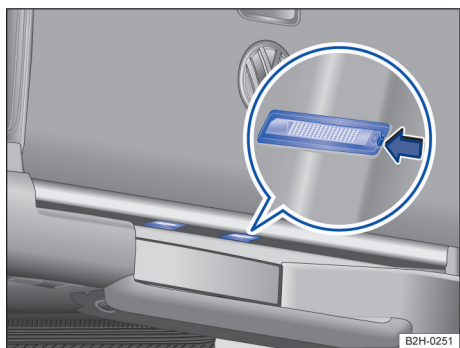
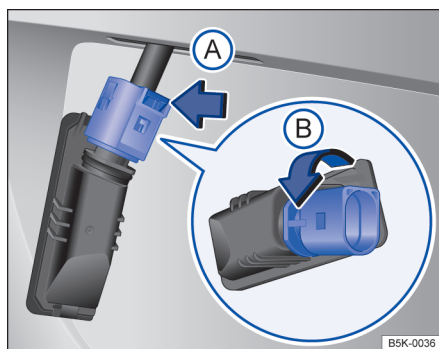

Fig. 153 Na chapa terminal traseira embaixo da tampa do compartimento de carga: lanternas da placa de licença.
Fig. 154 Lanterna da placa de licença: desinstalar o suporte da lâmpada.
- ① Observar e executar a lista de controle → Página 202.
- ② Pressionar com uma chave de fenda no entalhe da lanterna da placa de licença na direção da seta → Fig. 153 (seta).
- ③ Puxar a lanterna da placa de licença um pouco para fora.
- ④ Pressionar sobre o travamento do conector no sentido da seta e remover o conector → Fig. 154 (A).
- ⑤ Girar o suporte da lâmpada no sentido da seta e retirar com a lâmpada incandescente → Fig. 154 (B).
- ⑥ Substituir a lâmpada incandescente queimada por uma lâmpada incandescente nova do mesmo modelo.
- ⑦ Encaixar o suporte da lâmpada na lanterna da placa de licença e pressionar no sentido contrário ao da seta até o batente → Fig. 154 (B).
- ⑧ Encaixar o conector no suporte da lâmpada.
- ⑨ Introduzir a lanterna da placa de licença cuidadosamente na abertura do para-choque. Atentar para a correta direção de instalação da lanterna da placa de licença.
- ⑩ Pressionar a lanterna da placa de licença no para-choque até que encaixe de forma audível.